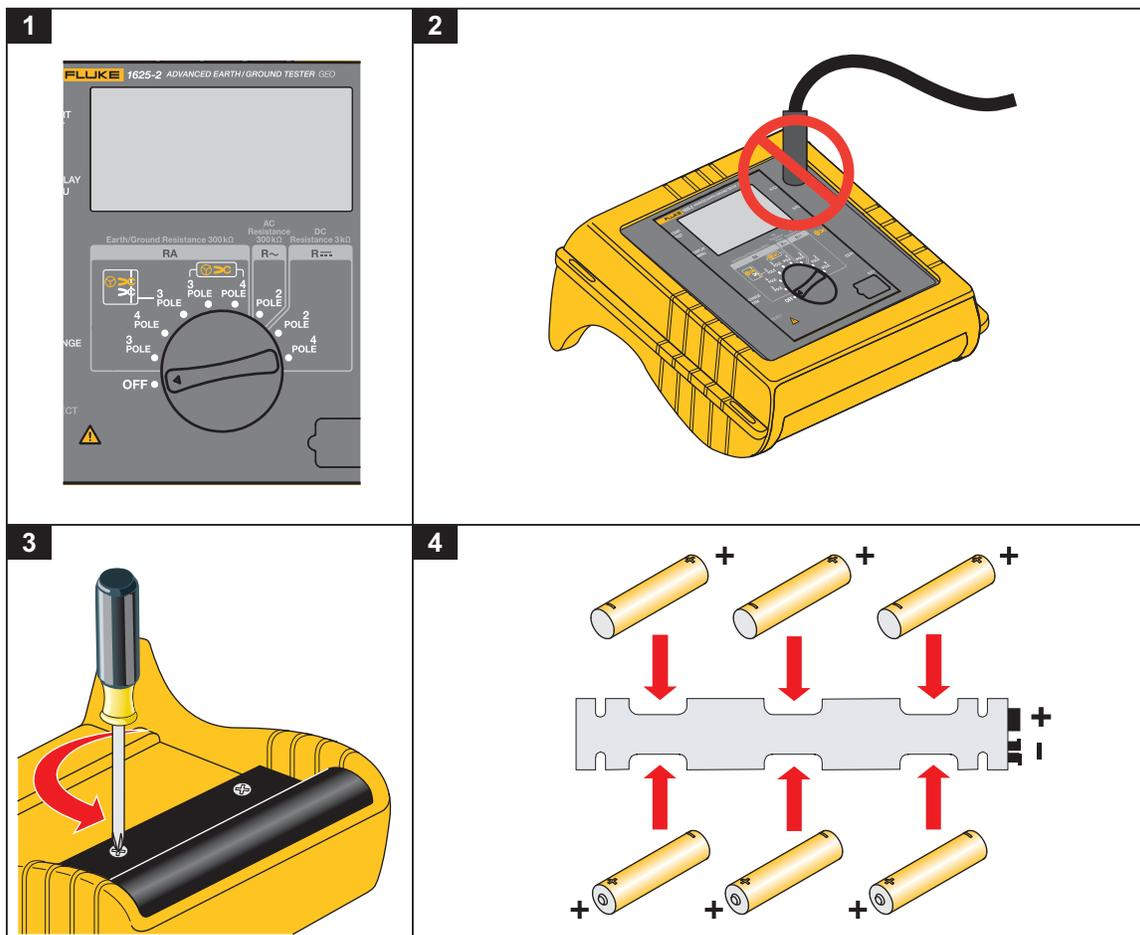

Figura 2. Inserimento delle pile
1. Spegnerlo strumento, vedi figura 2.